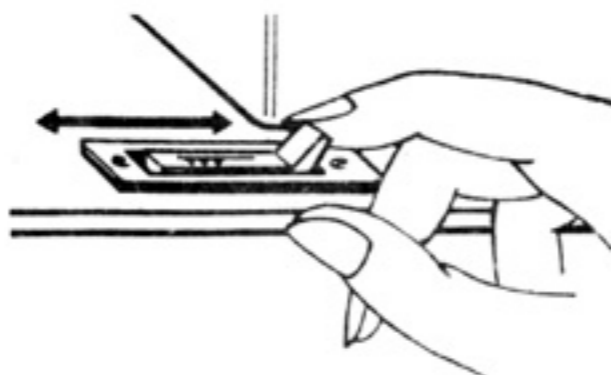

Рис. 21
17. Опускание транспортера (рис. 21)